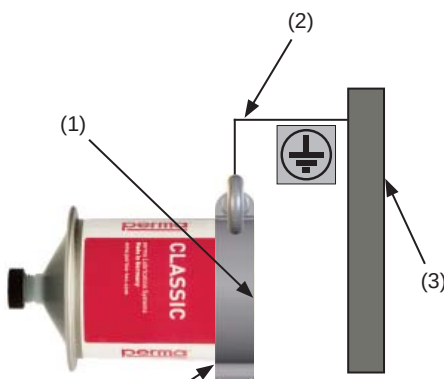

Bild 6
- über die **Halteschelle** (siehe Kap. 7), die am oberen Ende des Schmierstoffgebers bündig (1) montiert wird, und über ein Kabel (2) zu einem stromableitenden Bauteil (3) geerdet wird (siehe Bild 6).